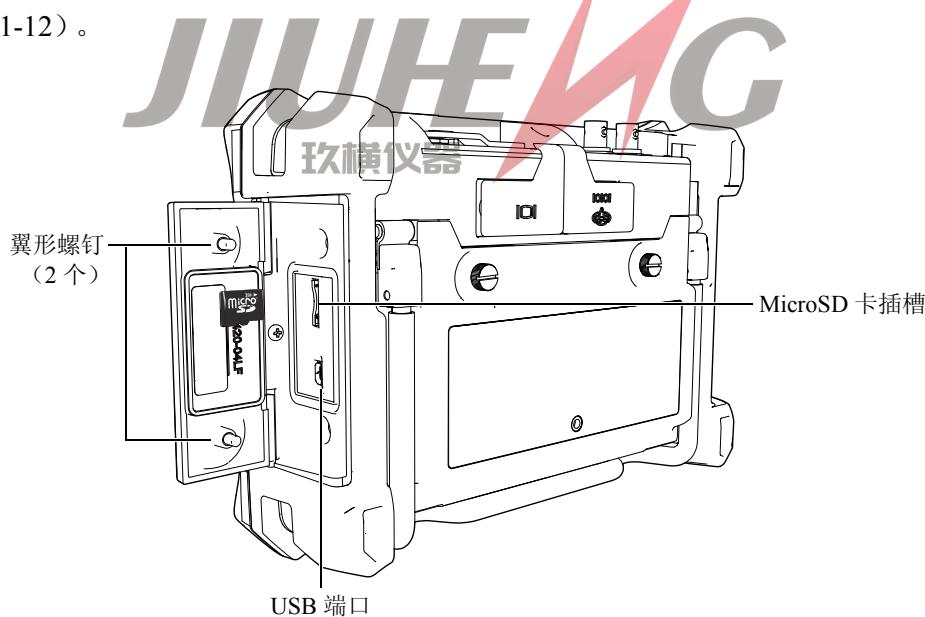

图 1-12 侧面舱盖
- 拧松两个翼型螺钉，打开 EPOCH 600 仪器侧面的舱盖（参见第 28 页的图 1-12）。
4. 将卡小心地插入 MicroSD 的插槽, 听到“喀嚓”声, 表明卡已固定到位(参见第 28 页的图 1-12)。